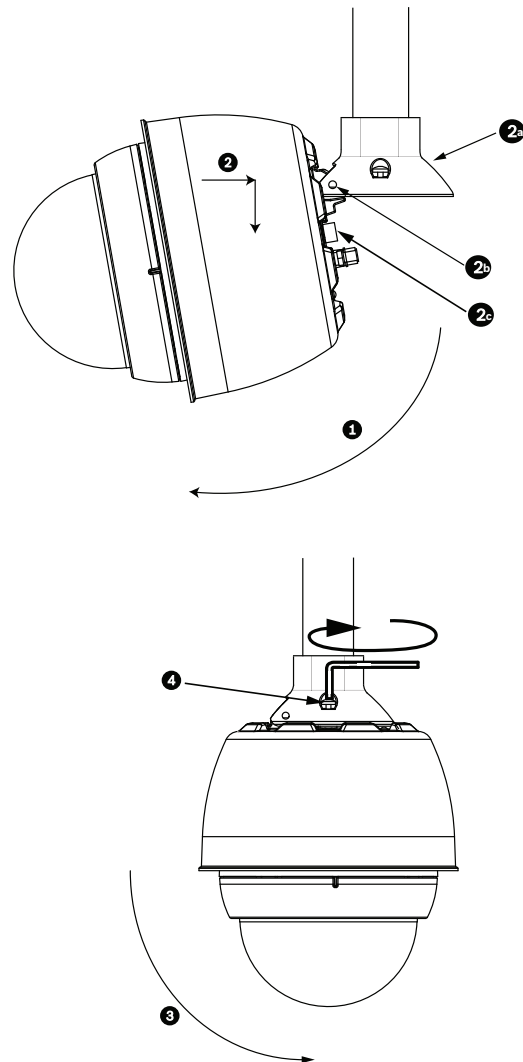

Figure 3.17 Fixation de la tête sur le support de montage parapet ou sur tube
7. Serrez les trois (3) boulons hexagonaux en inox de 10 mm sur le support afin de bloquer le bras du parapet en place. Reportez-vous à la *Figure 3.17, Page 55*, pour une illustration.